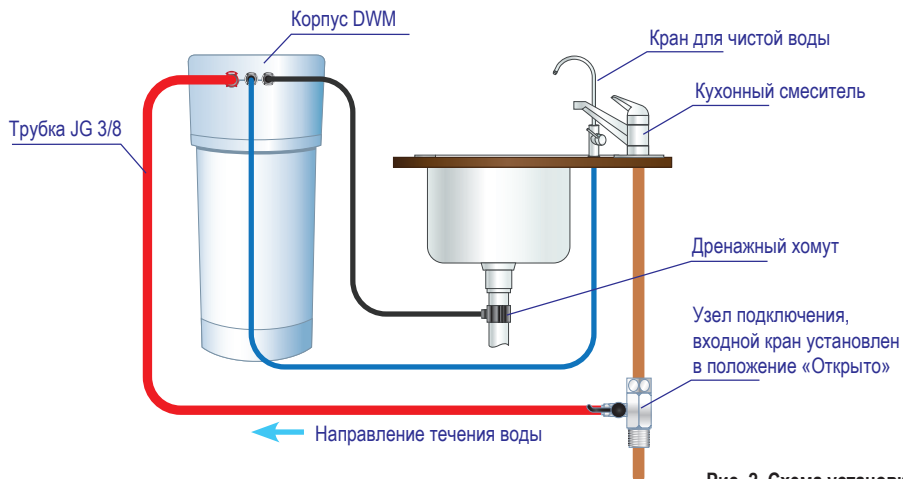

Рис. 2. Схема установки DWM
Определите удобные места расположения крана для чистой воды и DWM. При этом обратите внимание на то, чтобы подводящие трубки проходили свободно, без изломов и перегибов (рис. 2).
**Шаг 1** Подсоедините подводящие трубки, следуя рисункам ниже. Схема подключения трубок показана на рис. 2.